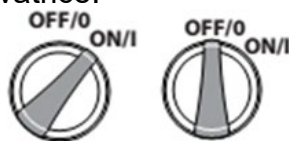

Fig.10
5. Portare l'interruttore di alimentazione in posizione "ON" (Fig.10).
2. Portare l'interruttore in posizione "OFF" (Fig.10).
2. Ruotare l'interruttore di accensione in posizione "OFF". (Fig.10)